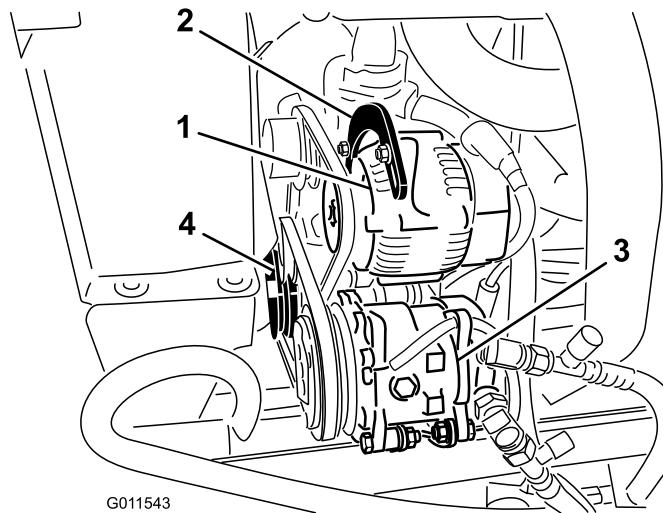

Figure 69
Vérifiez l'état et la tension de la courroie (Figure 69) toutes les 100 heures de fonctionnement.
2. Si ce n'est pas le cas, desserrez les boulons de fixation de l'alternateur (Figure 69). Augmentez ou diminuez la tension de la courroie et resserrez les boulons. Contrôlez de nouveau la flèche de la courroie pour vérifier si la tension est correcte.
- Si ce n'est pas le cas, desserrez le boulon de fixation de la poulie de tension (Figure 69). Augmentez ou diminuez la tension de la courroie du compresseur et resserrer le boulon. Contrôlez de nouveau la flèche de la courroie pour vérifier si la tension est correcte.